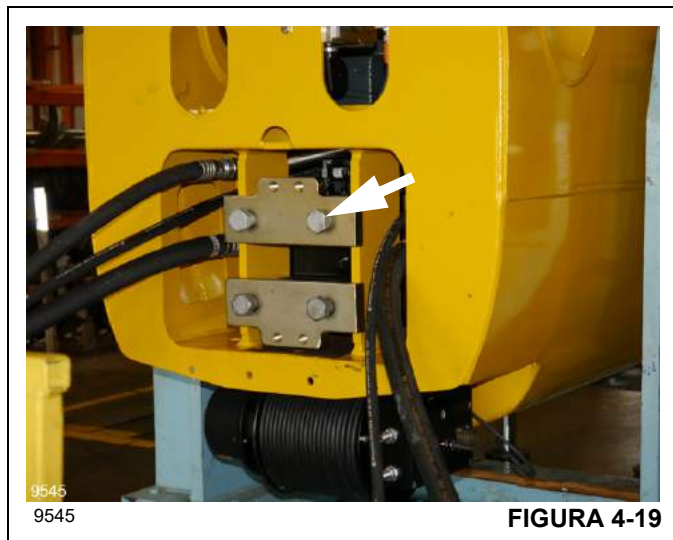

FIGURA 4-19
2. Retire los cuatro pernos de retención del cilindro (Figura 4-19) y las dos placas de retención.